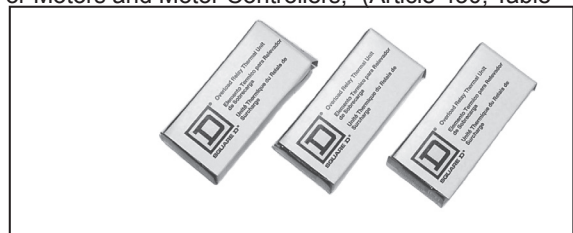

Figure 6 - Trousse de conversion de 460 volts - Série Pneu et lubrifiant
2. Installez la trousse de conversion de 460 volts, numéro de pièce inclus ci dessous. La bobine et le surchargeur thermique dans le démarreur magnétique doivent être changes (voir Figure 6).